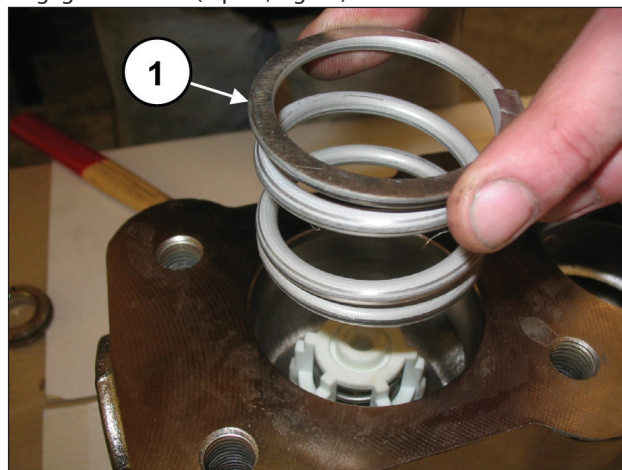

Fig. 91
Dégager le ressort (rep. ①, Fig. 91).